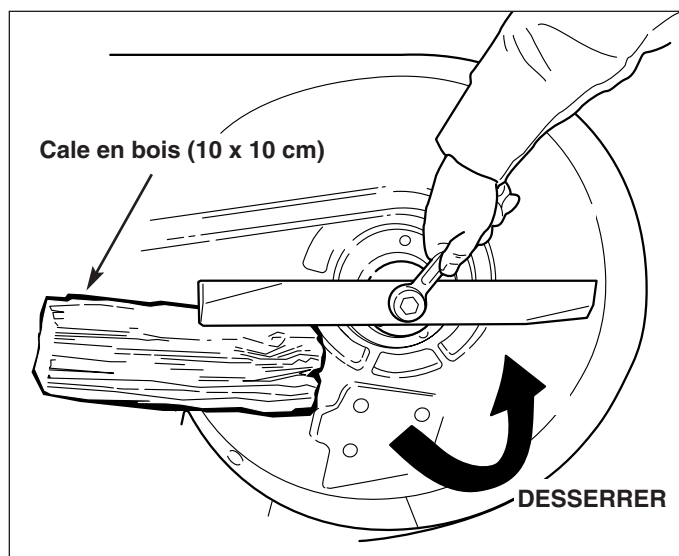

Figure 22. Dépose de la lame
3. Pour retirer une lame pour l'affûter, la bloquer avec une cale en bois afin de pouvoir enlever le boulon de fixation (Figure 22).